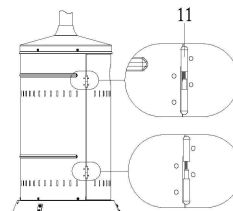

Abb. 2
Befestigen Sie den inneren Gashahn (16) am Hauptbrenner (Siehe Abb. 2). Befestigen Sie nun den Hauptbrenner an der Stange mit 3 Schrauben M5\*12 und 3 Unterlegscheiben. (Detail Abb. E)